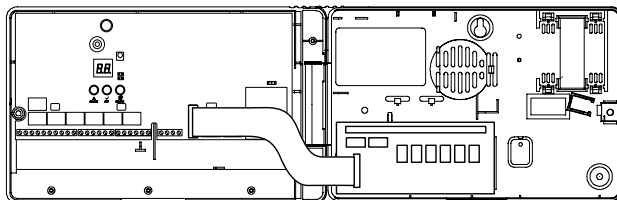

Figura 6. Ubicación de la tarjeta de relé
4. Sostenga la tarjeta de relé en posición en la parte trasera de la caja (véase la Figura 6). Los relés deben estar en la parte superior y el cable cinta conector a la izquierda. Los cuatro tornillos deben coincidir con los cuatro agujeros perforados previamente en la caja.